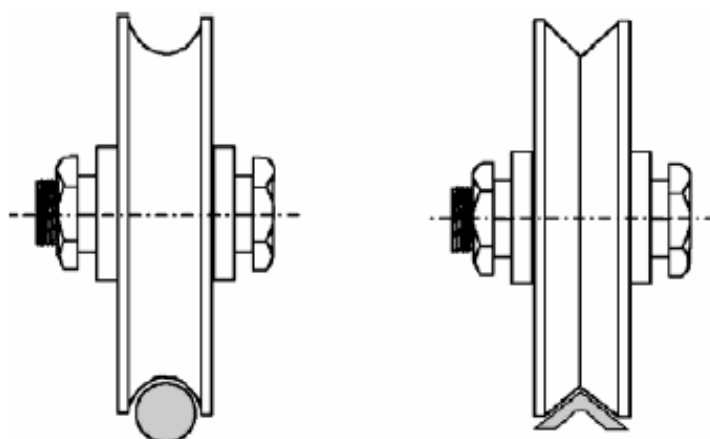

Fig. 4
- Vérifier que les roues (**Fig.4**) utilisée, soient appropriées au type de guide au sol